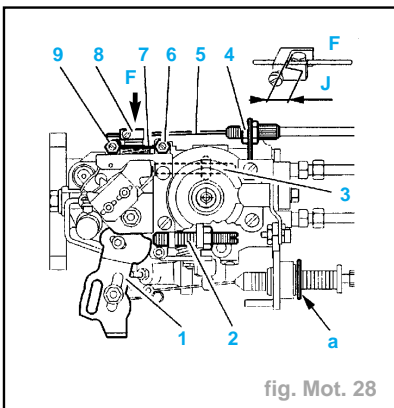

fig. Mot. 28
- **Réglage de la commande d'accélération** (fig. Mot. 28).
• Réglage du ralenti (fig. Mot. 28)
- Desserrer la vis (3) de quelques tours, jusqu'à suppression du contact avec le levier (1).
- Régler le régime de ralenti en agissant sur la vis de réglage du ralenti (6).
• Réglage de l'anticalage (fig. Mot. 28)
- Placer une cale de **1 mm** entre le levier de charge (1) et la vis de réglage du débit résiduel (3).
- Agir sur la vis (3) de réglage du débit résiduel, pour obtenir un régime moteur de **35 ± 15 tr/mn** (par rapport au régime de ralenti).
• Réglage du ralenti accéléré (fig. Mot. 28)
- Desserrer le contre-écrou (4) (fig. Mot. 28).
Moteur froid (fig. Mot. 28)
Moteur chaud (fig. Mot. 28).